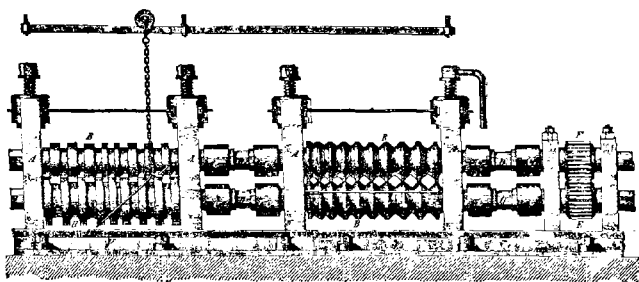

Fig. 1. Laminoir.
(1) Le premier groupe comprend les *Métalloïdes*.
*marteau* ou du *laminoir* (fig. 1 et 2). Cette machine consiste en 2 cylindres placés l'un au-dessus de l'autre, à des